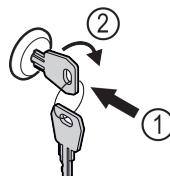

Fig. 200
- Zatlačte kľúč. Fig. 200 (1)
- Otočte kľúč o 90° v smere hodinových ručičiek. Fig. 200 (2)